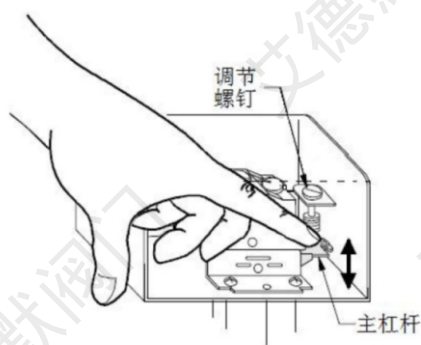

图8 最小调节
- 通过按动主动杆数次来检查流量开关的设定不低于出厂设定值。如图8，如果发现主动杆回复时没有“咔嗒”声，顺时针旋转调节螺丝，直到主动杆回复时有“咔嗒”声。